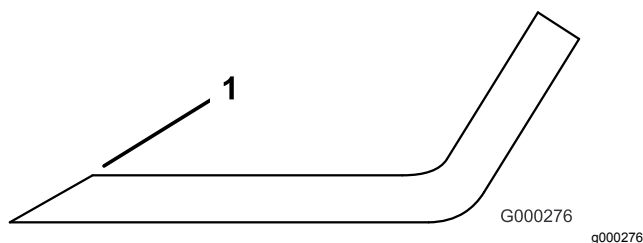

Figura 80
4. Inspeccione as extremidades de corte de todas as lâminas. Afie-as se apresentarem sinais de desgaste ou ranhuras. Afie apenas o lado superior da parte cortante e mantenha o ângulo de corte original (Figura 80). A lâmina manterá o equilíbrio se for retirada a mesma quantidade de metal de ambas as extremidades de corte.